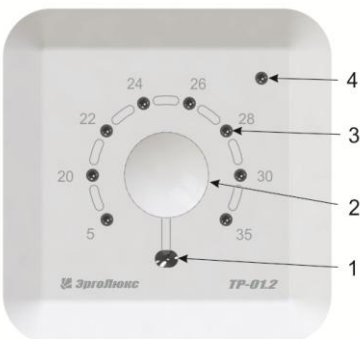

Рисунок 3 - Внешний вид терморегулятора.
2. Терморегулятор автоматически при первом включении включится. На лицевой панели индикатор температуры **3** укажет на 20°C, а нижний индикатор режима **1** загорится красным цветом (Рис. 3).